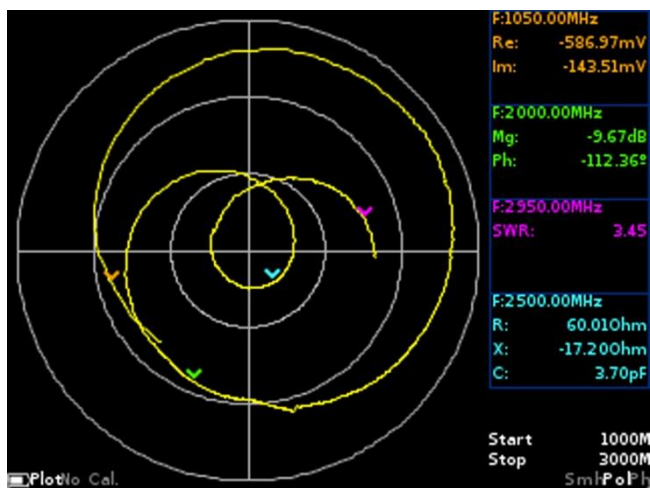

Рисунок 10.2 – Полярная диаграмма
10.2.1. Полярная диаграмма предназначена для отображения комплексного коэффициента отражения в двумерной системе координат (Рисунок 10.2). Диаграмма аналогична диаграмме Вольперта-Смита, но ее масштабная сетка приведена к определенным значениям КСВ – 2; 5. На экране устройства обозначается как **Pol**. Включение или выключение отображения данной диаграммы на экране, производится, как указано в п. 9.3